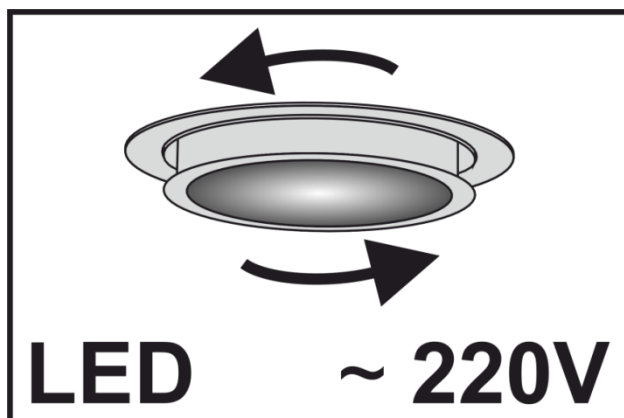

Fig.8
- (1) - Placez le filtre à charbon sur le support aussi loin que possible des deux côtés.
- (2) - Tournez le filtre à charbon dans n'importe quelle direction à un angle de 90 degrés, assurant la fixation.
7.11 Sur la hotte sont établit les **LED** de la surbrillance de la zone ouvrière du fourneau. Avant le remplacement des lampes de l'éclairage il est nécessaire de débrancher la hotte du réseau électrique, donner la possibilité de se refroidir aux lampes. Pour le remplacement de la lampe il est nécessaire de déposer les filtres d'aluminium, presser la teneur de la douille de manière à la lampe est sortie du corps de la hotte et la tourner dans le sens horaires (**fig. 8**). Au lieu d'elle il est nécessaire d'établir la nouvelle avec les mêmes caractéristiques et établir les filtres.